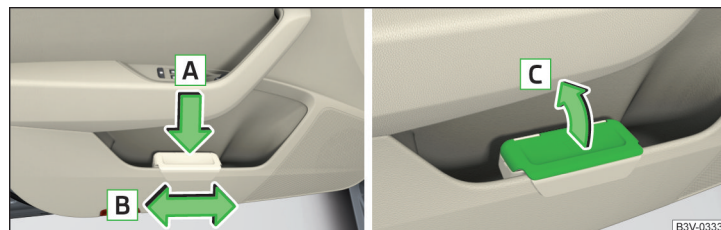

Fig. 93 Cubo de basura: colocar y mover / abrir
- Presione el cubo de basura por el área trasera en el sentido de la flecha **A** » fig. 93.
- Extraiga el cubo de basura en sentido contrario al de la flecha **A** » fig. 93.
- Levantar la tapa en el sentido de la flecha **C** » fig. 93.